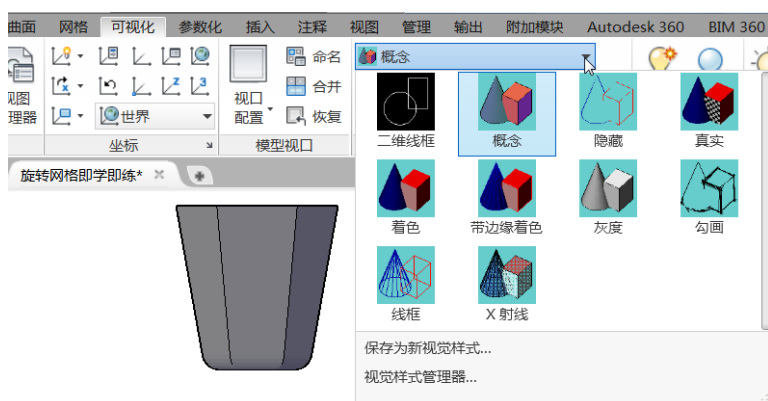

图 13-11 指定视觉样式
- 4 此时可以将原始二维图形删除, 并从功能区“可视化”选项卡的“视图样式”面板中指定一种视觉样式, 如选择“概念”视觉样式, 如图 13-11 所示。